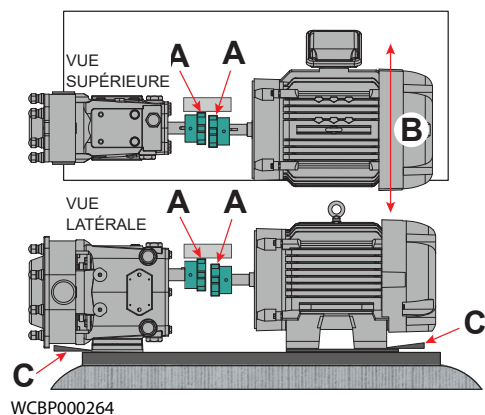

Figure 20 - Vérification de l'alignement parallèle
2. À l'aide d'une jauge d'épaisseur à l'emplacement « A » de la figure 20, déterminez la direction et l'ampleur du mouvement nécessaire (figure 20, point B).